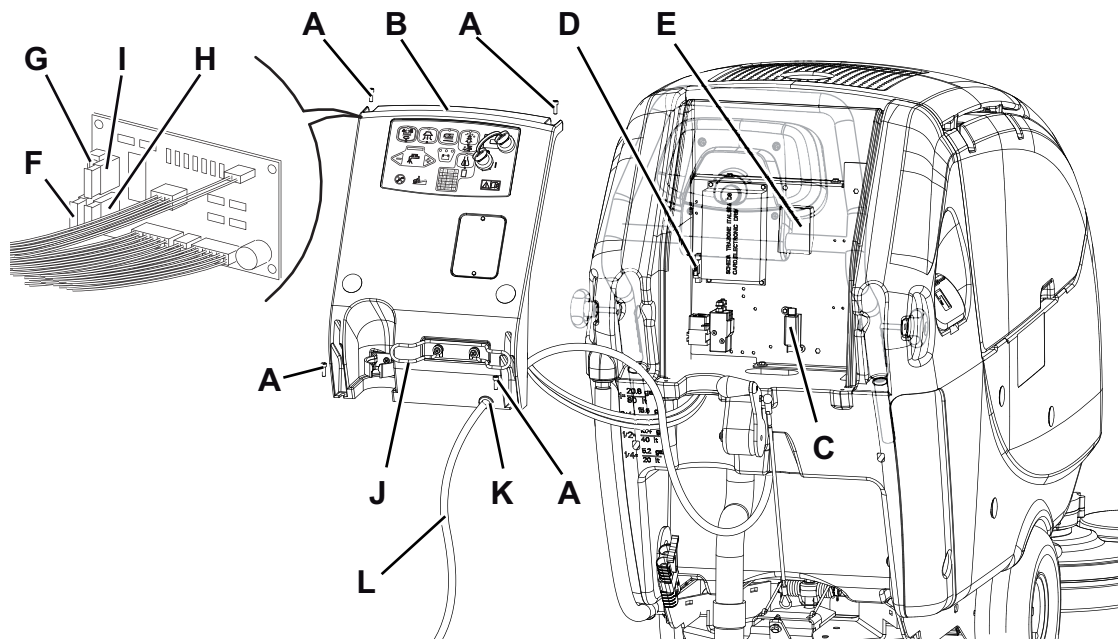

Рис. 9
*Цикл опорожнения можно также выполнить с бачком для чистящего вещества (45), заполненным чистой водой, таким образом тщательно очистив систему.*
*Циклы опорожнения можно проводить также для быстрого наполнения шланга чистящего вещества, когда бачок (45) полон, но система все еще пуста.*
1. Отсоедините соединитель аккумуляторной батареи (12).
2. Уберите в сторону шланг слива отработанной воды (16).
3. Снимите кабель зарядного устройства аккумуляторной батареи (L, Рис. 9) с держателя (J).
4. Удалите винты (A) и аккуратно отведите в сторону панель (B), отсоединив крепежную втулку (K) от корпуса панели (B).